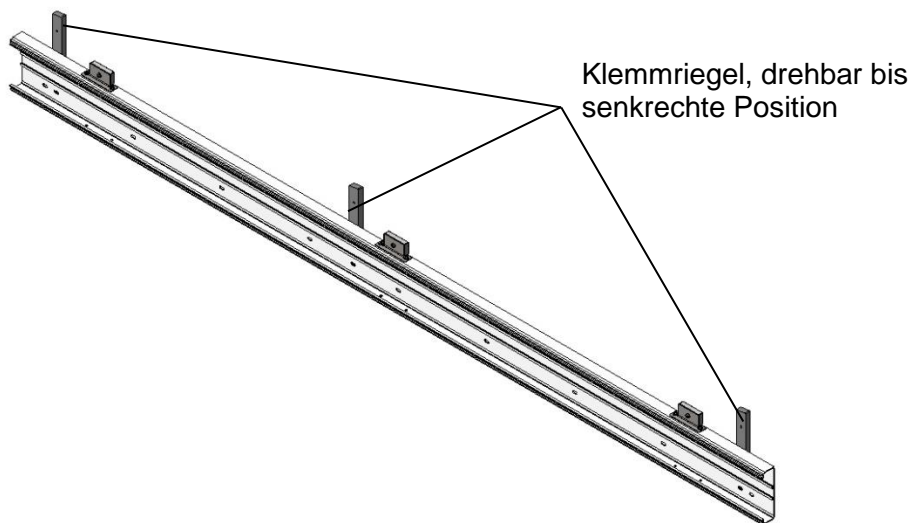

Abb. 6: Kabelkanal R5
- ♦ Mitteln Sie den Abstand zum Rand aus und klemmen Sie den Kabelkanal R5 mit den drei Klemmriegeln (siehe Abb. 6:) in der oberen und unteren Vertiefung des Dachträgers fest.